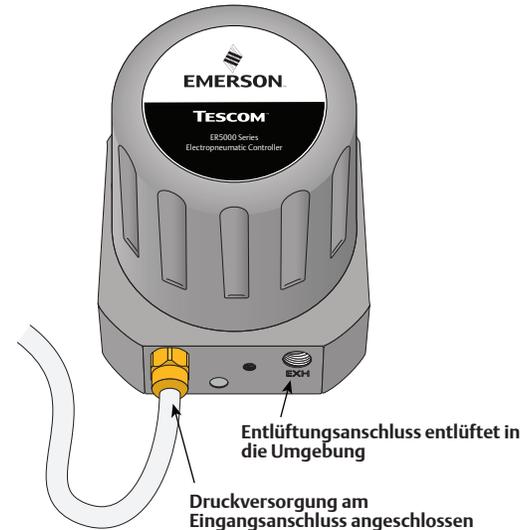

Abb. 65: Korrekter Anschluss des Eingangsdrucks
- Der Druck muss am Eingangsanschluss, der sich links befindet, einströmen (wie in Abb. 65 gezeigt). Es muss eine korrekte luftdichte Versiegelung mit einem Anschluss wie dem TESCOM™-Anschluss 80129 1/8" NPTF gegeben sein.